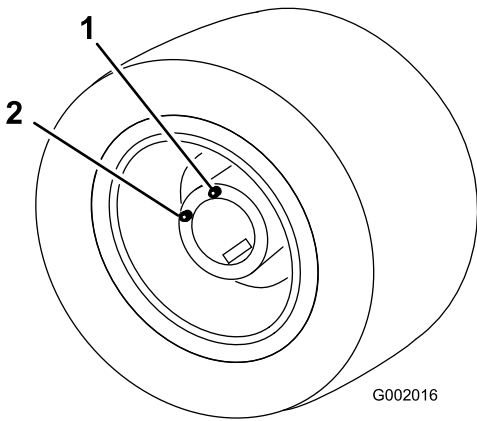

Bild 51
5. Bewegen Sie das Fahrzeug langsam, bis das Rad für das Auffüllen positioniert ist (siehe Bild 51).